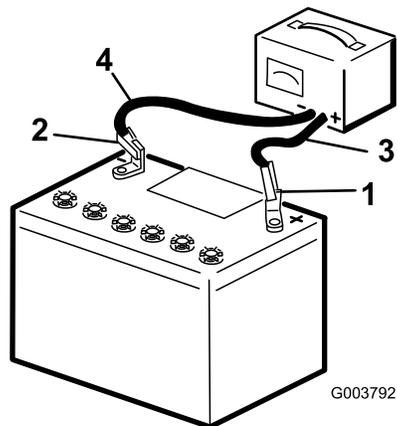

Рисунок 50
2. Заряжайте аккумуляторную батарею током от 3 до 4 А в течение 4 – 8 часов (Рисунок 50). Не допускайте избыточного заряда аккумулятора.
3. После полной зарядки аккумулятора отсоедините зарядное устройство от электророзетки, а затем отсоедините провода зарядного устройства от штырей аккумулятора (Рисунок 50).